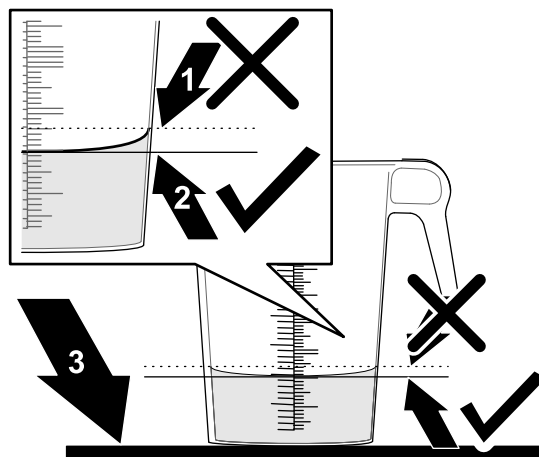

Figure 36
6. Placez le récipient gradué sur une surface plane et horizontale, et notez le volume de liquide (Figure 36).